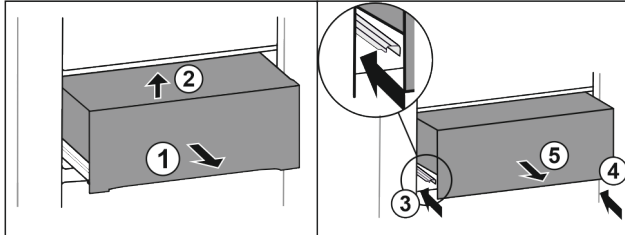

Fig. 28
- Sortir le tiroir à mi-chemin Fig. 28 (1).
- Le soulever à l'avant Fig. 28 (2).
- Rentrer le rail de gauche Fig. 28 (3).
- Rentrer le rail de droite Fig. 28 (4).
- Retirer le tiroir par l'avant Fig. 28 (5).